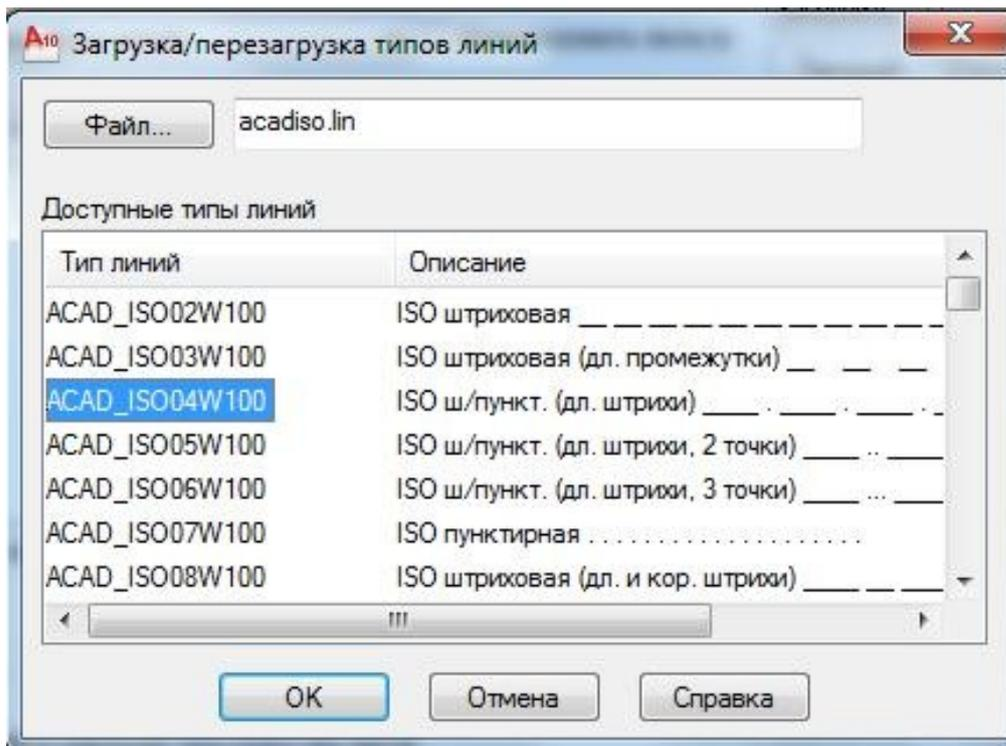

Рисунок 7.2. Всплывающее окно «Загрузка/перезагрузка типов линий».
- Меню ► Свойства слоя ► Типы линий ► Другой ► появится окно «Диспетчер типов линий, Рисунок 7.2.
- Загрузить ➤ ACAD\_ISO04W100 ➤ OK, Рисунок 7.2.